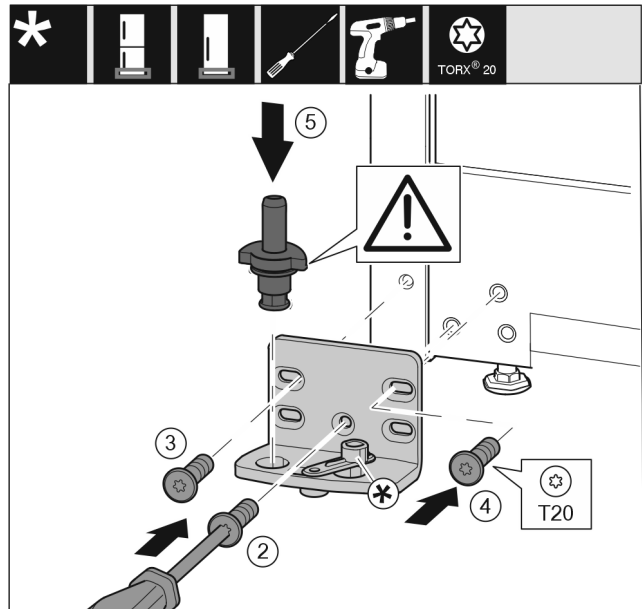

Fig. 18
- ▶ Установите опорный кронштейн с другой стороны и прикрутите с помощью отвертки. Начинайте с винта Fig. 18 (2) снизу в центре.
- ▶ Затяните винт Fig. 18 (3) и винт Fig. 18 (4).
- ▶ Снова установите опорный палец Fig. 18 (5) в сборе. При этом проследите за тем, чтобы выступ фиксатора был направлен назад.